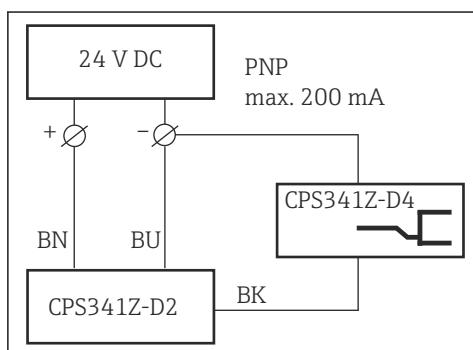
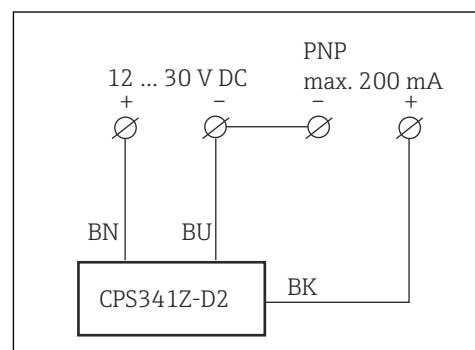

図 15 お客様の電源へのリレーを使用した接続
図 16 お客様の電源への PLC を使用した接続
1. 接続ケーブルを現場の電源に接続します (→ 図 15、→ 図 16)。